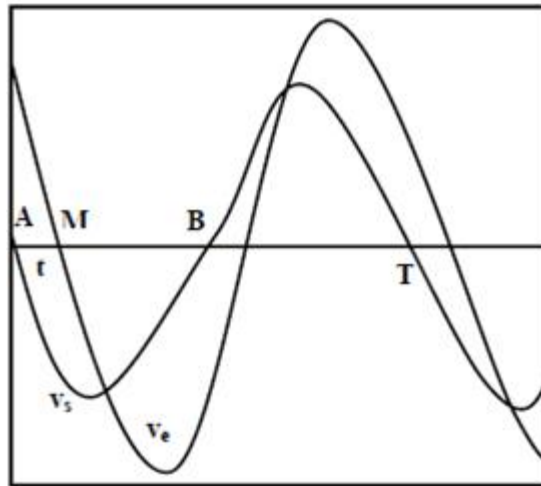

Figure 2
- Câblez le circuit de la figure 2 avec la résistance  $R=1k\Omega$  et  $C=1\mu F$ .
- Décaler la base de temps de sorte que la demie période AB (voir figure 2) de la sinusoïde occupe bien 9 divisions (carreaux) horizontales. Pour cela il faut presser la touche VAR de la base du temps (LED VAR allumée) d'une manière prolongée.